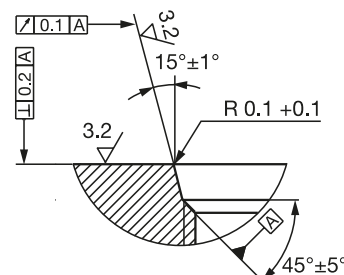

Рис. 4-4: Резбовое отверстие BTL с уплотнительным кольцом круглого сечения
- ▶ Выполнить резьбовое отверстие (при необходимости с раззенковкой под уплотнительное кольцо круглого сечения) согласно Рис. 4-4.
- ▶ Контактная поверхность измерителя перемещения должна полностью прилегать к опорной поверхности. Подходящее уплотнительное кольцо круглого сечения должно надежно уплотнять отверстие, т.е. под уплотнительное кольцо круглого сечения должна быть выполнена Рис. 4-4 соответствующая раззенковка.
1. Выполнить резьбовое отверстие (при необходимости с раззенковкой под уплотнительное кольцо круглого сечения) согласно Рис. 4-4 .